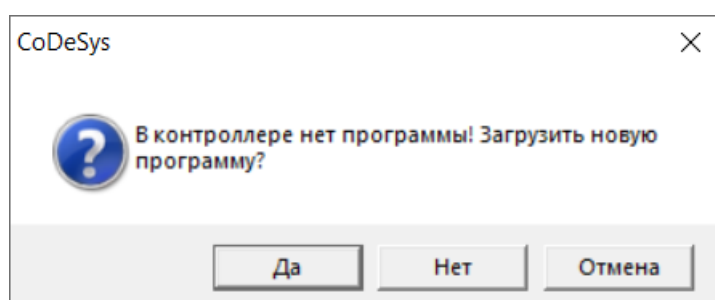

Рисунок 6.21 – Окно предложения загрузки программы
2. После установки связи CODESYS предложит загрузить или обновить код пользовательской программы в оперативной памяти контроллера (см. рисунок 6.21).